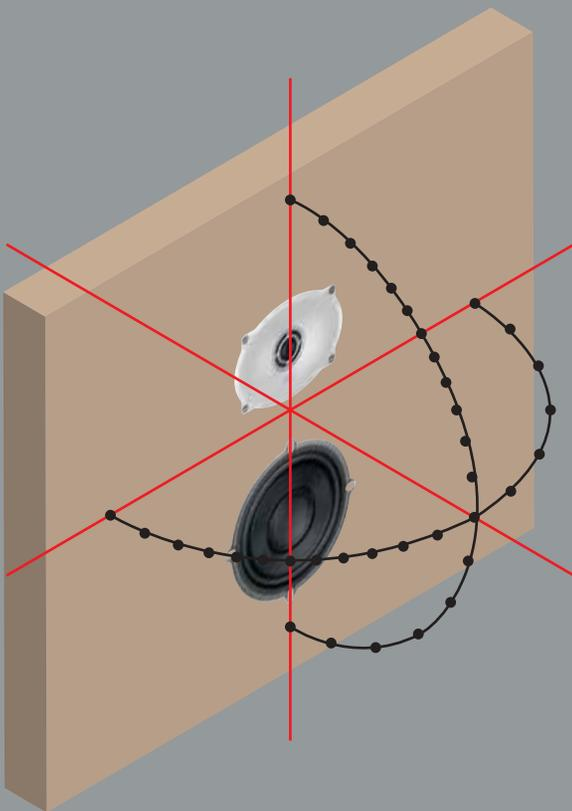

Abbildung 7. Messung in 10-Grad-Schritten auf Kreisbögen waagrecht und senkrecht bezogen auf die Abstrahl-Mittelachse.
Der Richtwirkungs-Index (DI) errechnet sich aus dem Verhältnis der gemessenen Schallintensität im jeweiligen Hörfenster zur durchschnittlichen Intensität der aus allen anderen Richtungen aus dem Raum eintreffenden Schallanteile (Schallstärke). Hierzu messen wir die Schallverteilung des jeweiligen Lautsprechers auf zwei Halbkreisbögen entlang der waagrecht und senkrechten Chassis-Achsen (siehe Abbildung 7). Anhand dieser Messergebnisse bestimmen wir die Größe des bestmöglichen Hörfensters und berechnen die erforderliche Schalldruckleistung des Lautsprechers. Daraufhin vergleichen wir diese Schalldruckleistung mit dem im Hörfenster ermittelten Frequenzgang und erstellen für den Frequenzgang dieses Lautsprechersystems ein Diagramm, das den Richtwirkungs-Index zeigt.